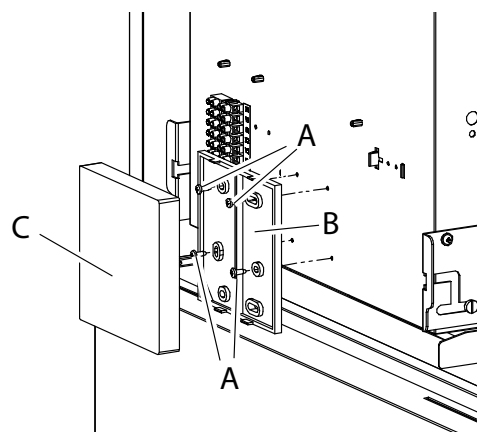

fig. 17 - Instalação do controle remoto
Para a instalação do controle remoto (ver C fig. 17) a bordo da máquina, siga os seguintes passos:
- Fixe a tampa traseira (ver B fig. 17) do controle remoto usando os 4 parafusos (ver A fig. 17) pré-montados no painel elétrico.
- Prenda o controle remoto (ver C fig. 17) à tampa traseira (ver B fig. 17) utilizando os pinos de encaixe apropriados.